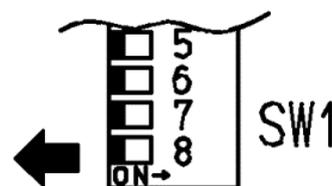

Fig. 5
14. Spostare l'interruttore nr.8 della bancata SW1 in posizione 'OFF' per riportare l'apparecchio in "regime di funzionamento normale" (Fig. 5).